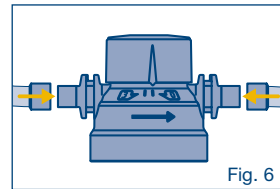

Fig. 6
3. monte e conecte os adaptadores/mangueiras na cabeça do filtro (considere o raio de flexão das mangueiras) (consulte a Fig.6)